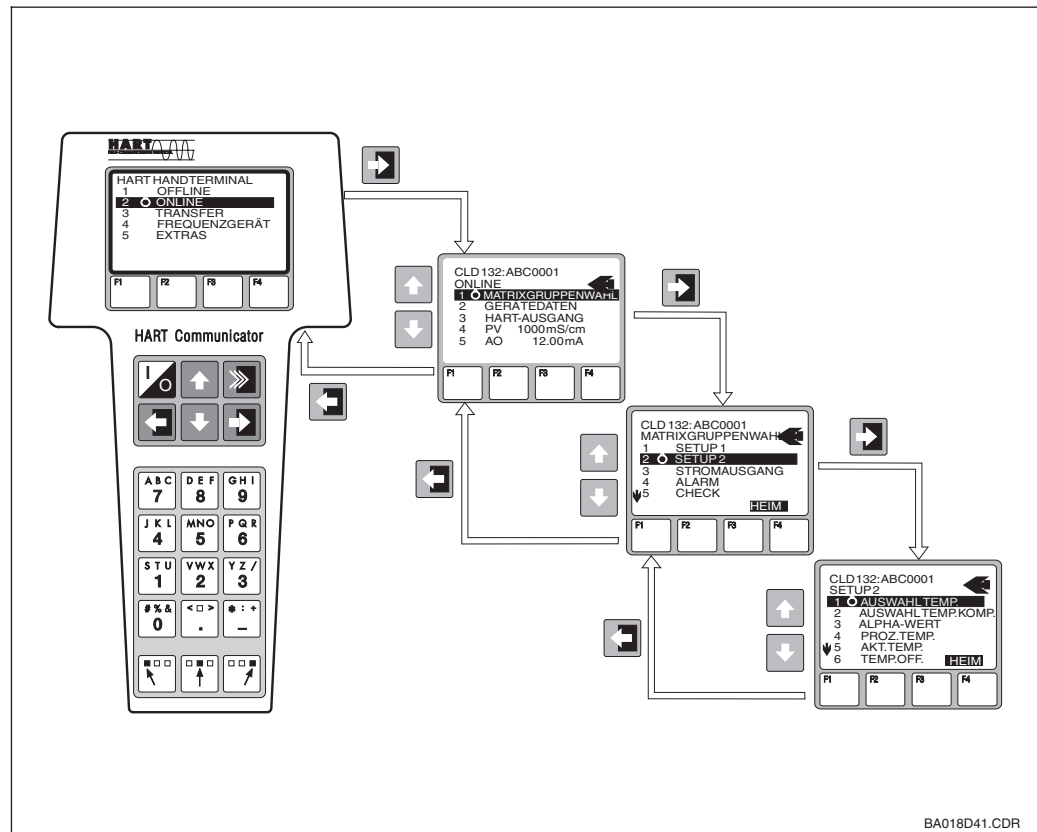

Bild 5.1 Bedienung des Handbediengerätes DXR 275
- Es erscheint direkt die Menüebene "Online". In der Menüebene "Online" werden einerseits die aktuellen Messdaten von Leitfähigkeit und Temperatur laufend angezeigt, andererseits gelangen Sie über die Zeile „Matrixgruppenwahl“ in die eigentliche Bedienmatrix (s. Bild 5.1). In dieser Matrix sind alle unter HART® zugänglichen Funktionsgruppen bzw. Funktionen systematisch angeordnet und dargestellt.